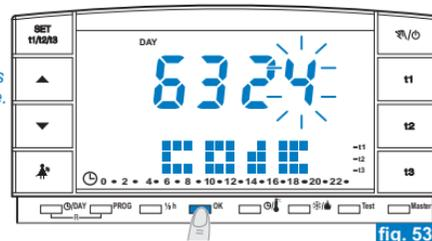

fig. 53
- Effectuer la même procédure pour les trois autres tirets (ex fig. 53).
- Insérer le mot de passe en cours en utilisant les touches ▲ ▼ ; confirmer chaque valeur en appuyant sur la touche **OK** (exemple sur la fig. 53).